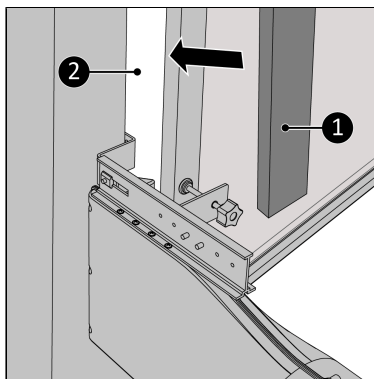

Figure 179.
17. Comblez les espaces vides (Figure 179, pos. 2) avec la mousse d'isolation accompagnant le produit (Figure 179, pos. 1). Découpez la mousse si nécessaire*.